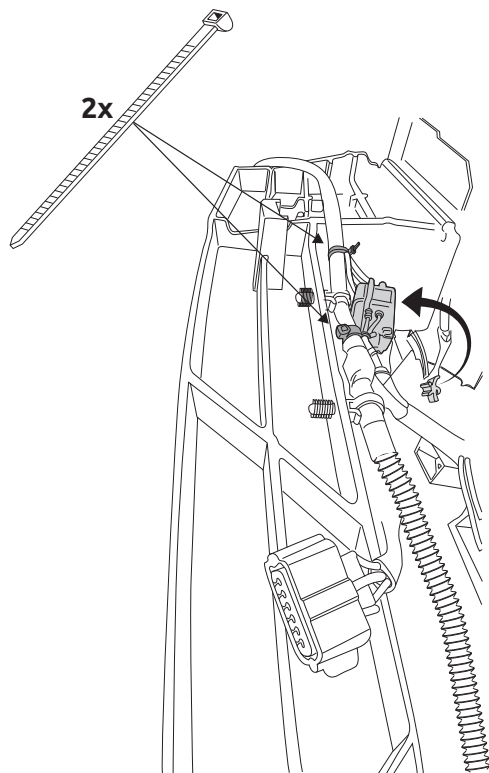

Fig.4
3. **Для автомобилей Kia Venga 2015->:** При необходимости, провести проводку по другому. См. рисунок 4.